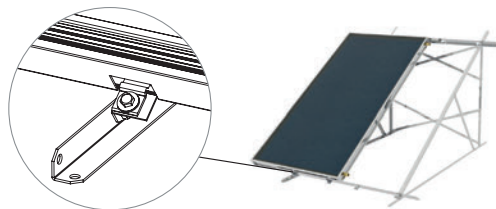

Figura 2.7
- 7 In caso di due collettori (Figura 2.7), posizionare prima quello sinistro appoggiandolo sulla parte inferiore e sollevando la parte superiore. Avvitare gli otto elementi di fissaggio in alluminio sui due profili supporto collettore senza stringerli completamente. Quando il collettore è posizionato, avvitare leggermente i bulloni M8 con i dadi e gli elementi di fissaggio in alluminio in modo da fissarlo leggermente per facilitarne il corretto posizionamento. Posizionare i raccordi agli angoli del collettore.